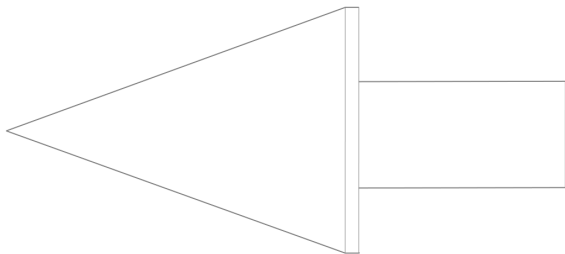

图 2-36 创建边角矩形对象
(4) 至合适位置后,单击鼠标左键,即可创建边角矩形对象,退出草图绘制环境,效果如图 2-36 所示。